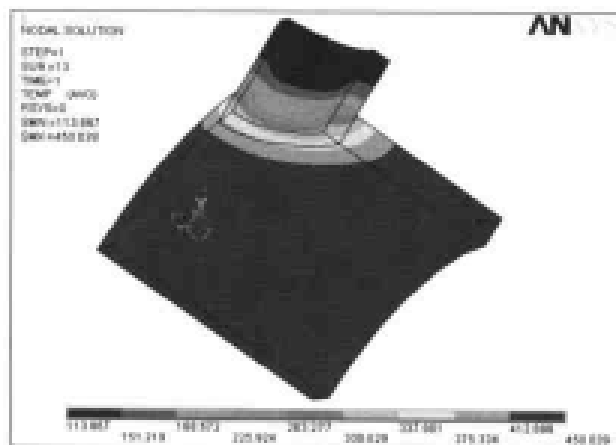

图 9-116 温度场分布等值线图
(1) 选择 Main Menu | General Postproc | Plot Results | Contour Plot | Nodal Solu 命令，出现 Contour Nodal Solution Data 对话框。选择 Nodal Solu | DOF Solution | Nodal Temperature 选项，单击 OK 按钮，ANSYS 显示窗口显示温度场等值线图，如图 9-116 所示。